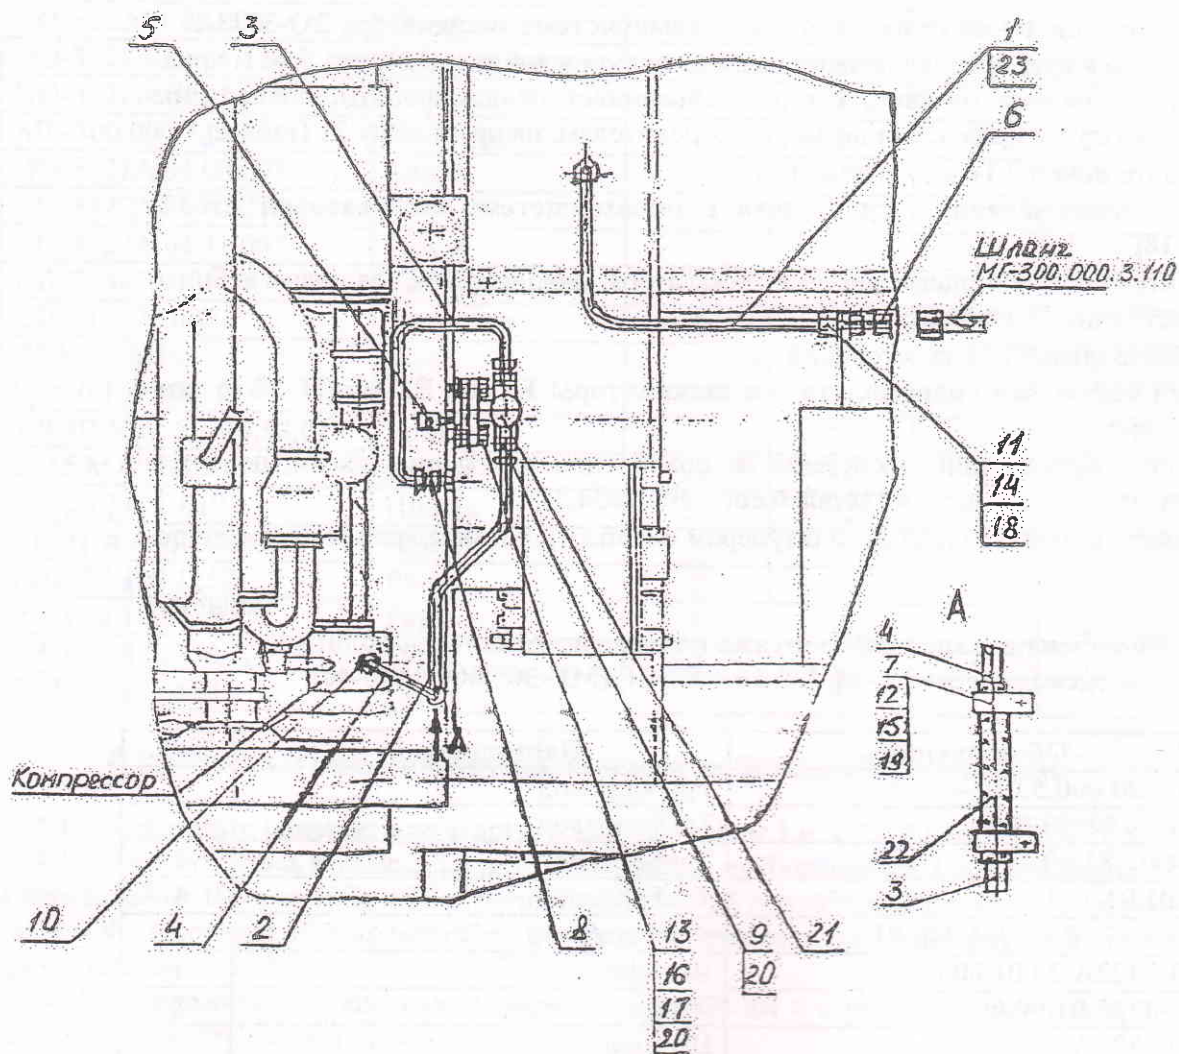

Рис.6. Пневмосистема гидромолота на поворотной платформе экскаваторов ЕТ-14, ЕТ-16 и ЕТ-18 (с двигателем Д-245)
- проведите монтаж пневмосистемы на поворотной платформе (рис.6), дополнительно установив комплект деталей согласно табл.3);
- проведите монтаж пневмосистемы на поворотной платформе (рис.6а), дополнительно установив компрессор и комплект деталей согласно табл.3а;
Остальное см. рис. 6
Рис.6а Пневмосистема гидромолота на поворотной платформе экскаваторов ЕТ-14, ЕТ-16 и ЕТ-18 (с двигателем Perkins 1104С-44ТА)